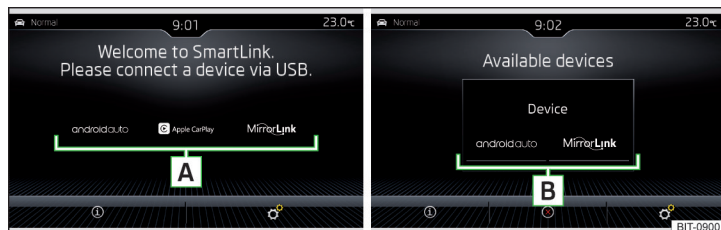

Abb. 201 Unterstützte Kommunikationssysteme / Beispiel verfügbarer Kommunikationssysteme des angeschlossenen externen Geräts
Ist kein externes Gerät angeschlossen, dann wird ein Menü mit unterstützten Kommunikationssystemen SmartLink angezeigt **A** » **Abb. 201**.
Hauptmenü » Abb. 201
- Die Verbindung mittels „Android Auto“ **[B]** » Abb. 201 auf Seite 179 wählen.
- › Die Verbindung mittels „Apple CarPlay“ **B** » Abb. 201 auf Seite 179 wählen.
- › Die Verbindung mittels „MirrorLink“ **B** » Abb. 201 auf Seite 179 wählen.